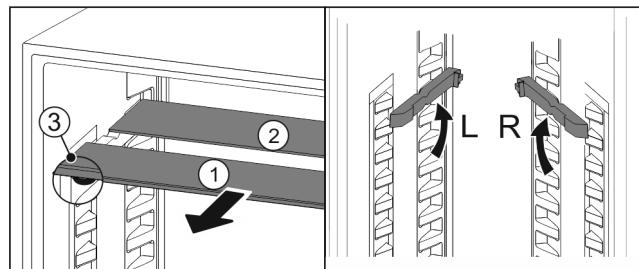

Fig. 123
- Steklene plošče posamično izvlecite Fig. 123 (1) naprej.
- Steklena plošča Fig. 123 (1) z okrasno letvijo je spredaj.
- Zaustavljalniki Fig. 123 (3) so obrnjeni navzdol.